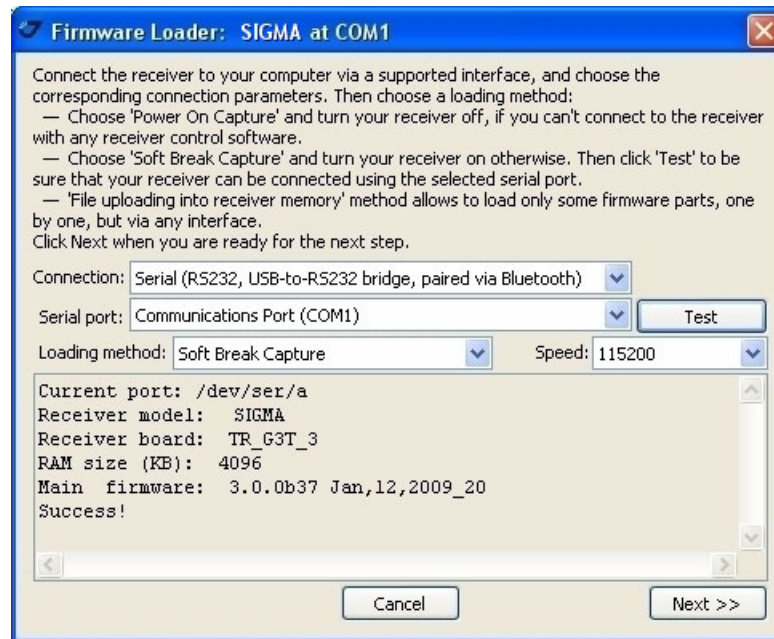

Рисунок 5-15. Парасетры соединения
4. Выберите последовательный порт, к которому подключен приемник. Нажмите кнопку *Test*, чтобы убедиться, что приемник подсоединен и связь установлена. Нажмите *Next>>* (Рисунок 5-15).